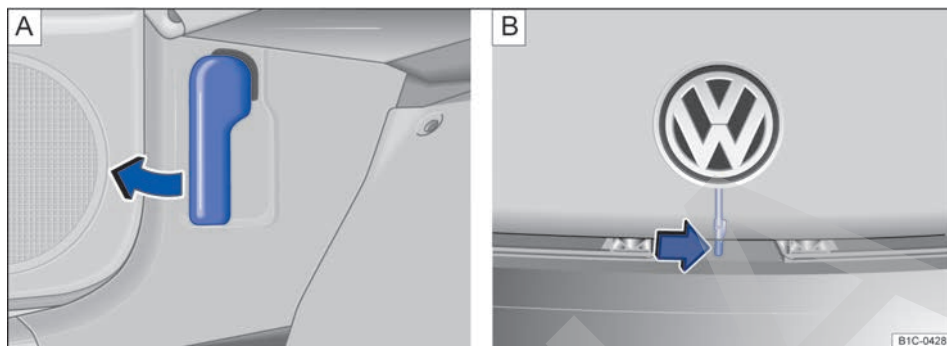

Fig. 135 **A** En la zona reposapiés del lado del conductor: palanca para desbloquear el capó del motor. **B** Palanca de apertura del capó del motor.
- Abra la puerta del conductor y tire de la palanca de desbloqueo en el sentido de la flecha → **fig. 135 A**. El capó del motor se desengancha del bloqueo de la chapa portacierre mediante un muelle → **A**.
- Levante el capó del motor un poco y presione al mismo tiempo la palanca de apertura en el sentido de la flecha → **fig. 135 B** para abrir el capó completamente.